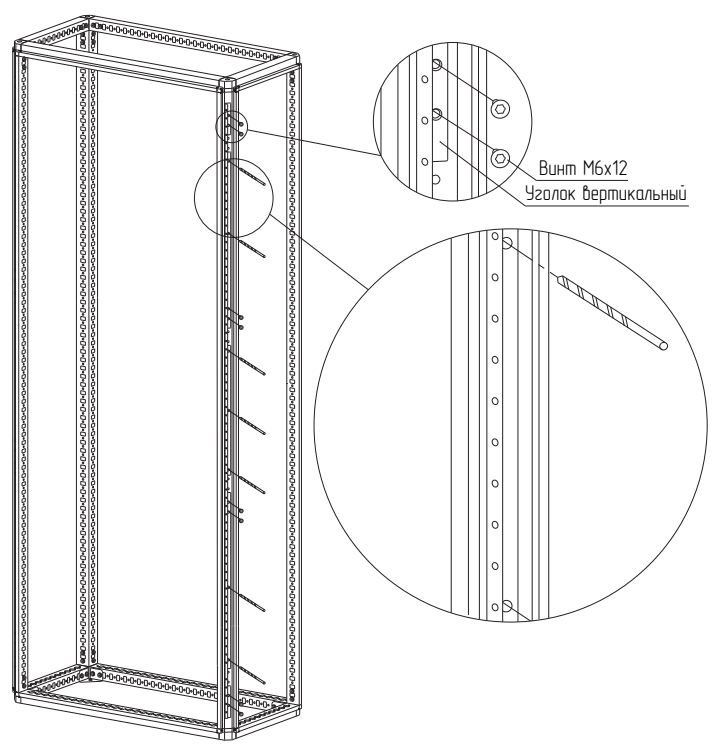

Рисунок 49
4.26.2 Закрепите уголок вертикальный с той стороны, в которую будет открываться двери винтами М6х12 (рисунок 49) момент затяжки – 7 Н·м и просверлите 7 дополнительных отверстий в несущей стойке сверлом диаметром 5,4 мм.